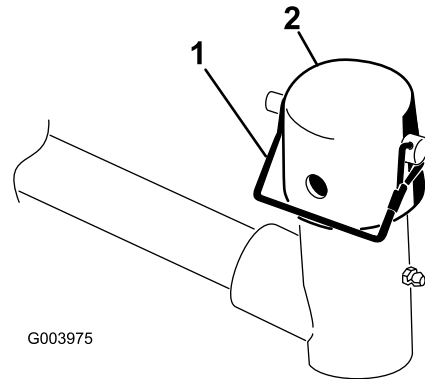

図 6
6. 昇降アームのピボットヨークからスナップピンとキャップを取る 図 6。
10. スナッパピンを使って、キャップとキャリアフレームのシャフトを昇降アームのヨークに固定する(図 6)。